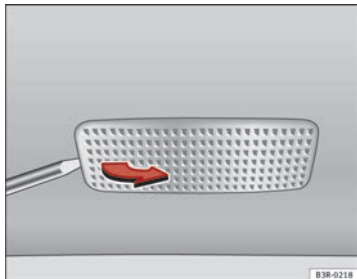

Abb. 239 Ausbau der Leuchte in der Sonnenblende
- Nehmen Sie die Leuchte vorsichtig heraus, indem Sie die flache Seite eines Schraubendrehers benutzen ⇒ Abb. 239.